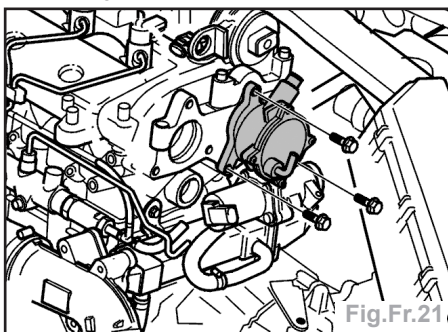

Fig.Fr.21
- Déposer les vis et la pompe à dépression (Fig.Fr.21).